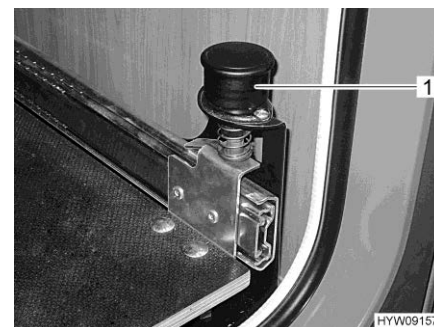

Fig. 79 Pomello con arresto
- Tirare verso l'alto il pomello (Fig. 79,1). La base estraibile del vano portabombole è sbloccata.